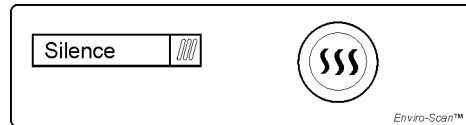

图 8-1. 灭菌循环启动按钮
2. 按住控制面板上的 Sterilization Cycle（灭菌循环）启动按钮（图 8-1）大约 3 秒，直至其亮起。